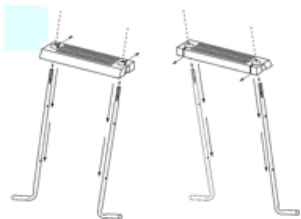

Abb. 18
- Nehmen Sie zwei Leiterbeine (Teil 16), richten Sie den langen Teil zueinander parallel aus, wobei die FüÙe nach außen zeigen müssen. Führen Sie von oben eine Leiterstufe (Teil 18) über beide Leiterbeine hinunter bis zum unteren Löcherpaar. Machen Sie dasselbe mit den beiden anderen Leiterbeinen (**Abb. 18**).